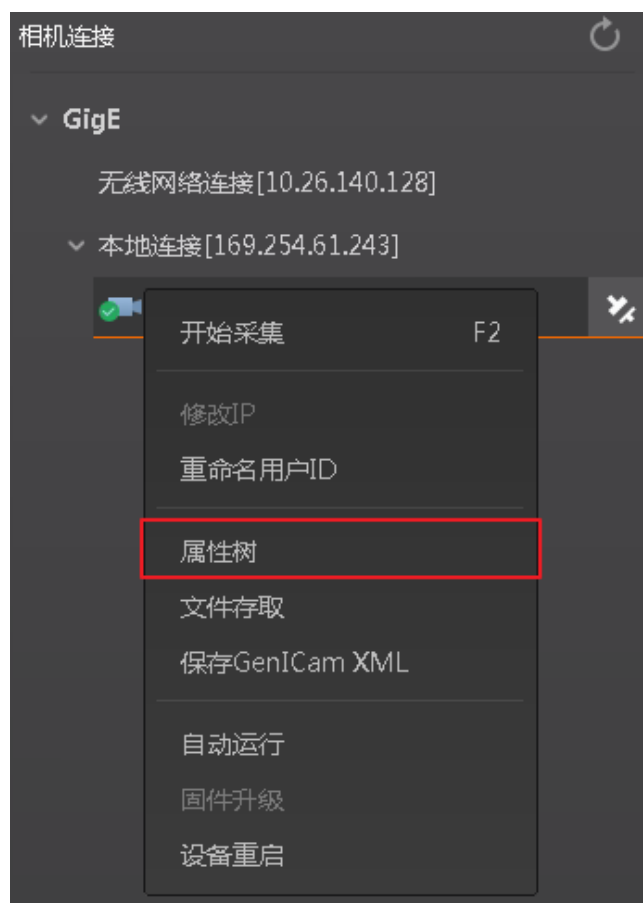

图3-3 进入属性树
5. 查看属性树：选中已连接读码器，在右键菜单中选择“属性树”可进入读码器的属性树，如图 3-3 所示。